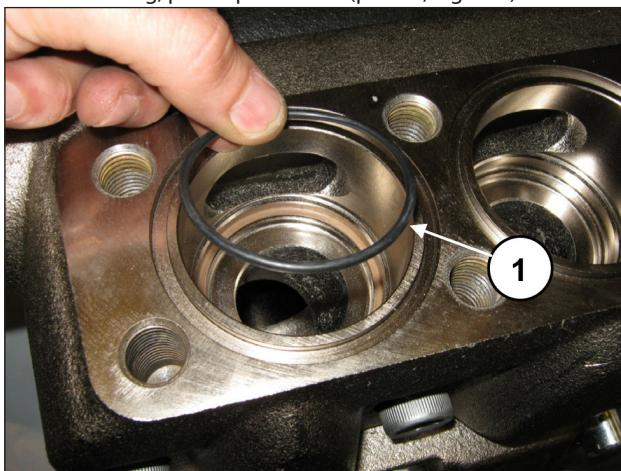

Fig. 155
Inserire l'O-ring, pos. esplosa n. 24 (pos. ①, Fig. 155).